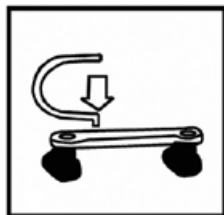

Рис. 1
2. Привинтите колесики для перемещения к ходовым планкам и вставьте загнутый конец хомута в отверстие в каждой планке (Рис. 1).